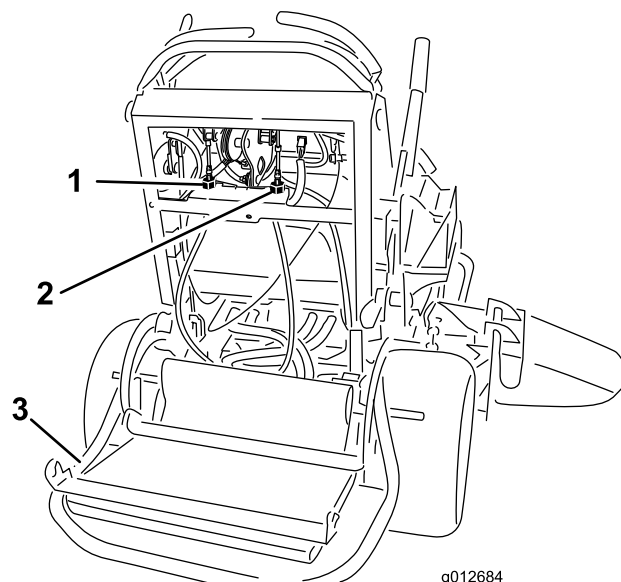

Figure 67
- Placez le verrou à câble sur les écrous de réglage de câble pour bloquer le réglage (Figure 67).